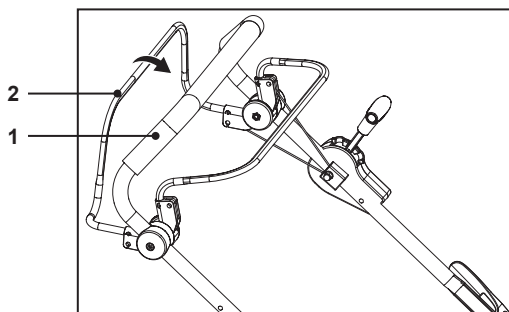

Fig. 15
1. Pousser le levier de traction (2) vers l'avant et le maintenir contre la poignée supérieure (1) pour engager les roues (Fig. 15).
2. Relâcher le levier de traction (2) pour désengager les roues.